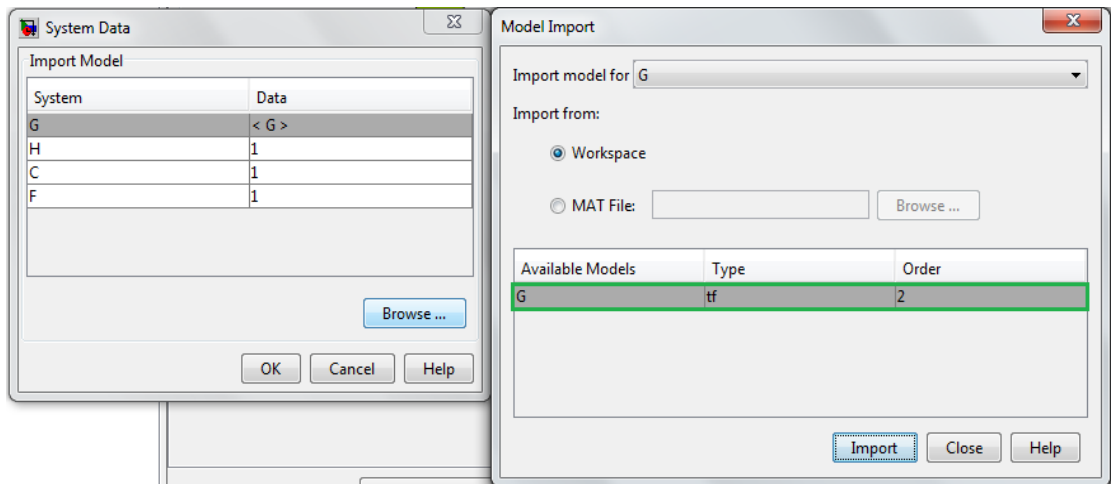

Figura 41. Esquema para importar función de transferencia Velocidad al bloque G.
- En la ventana *Model Import* escoger la opción *Workspace*, donde se encuentra la función G recuadro verde Figura 41. que se genera al compilar el archivo *SintonizarVelocidad.m* escoja G, de click en importar y luego en cerrar, así se cerrara la ventana *Model Import*.